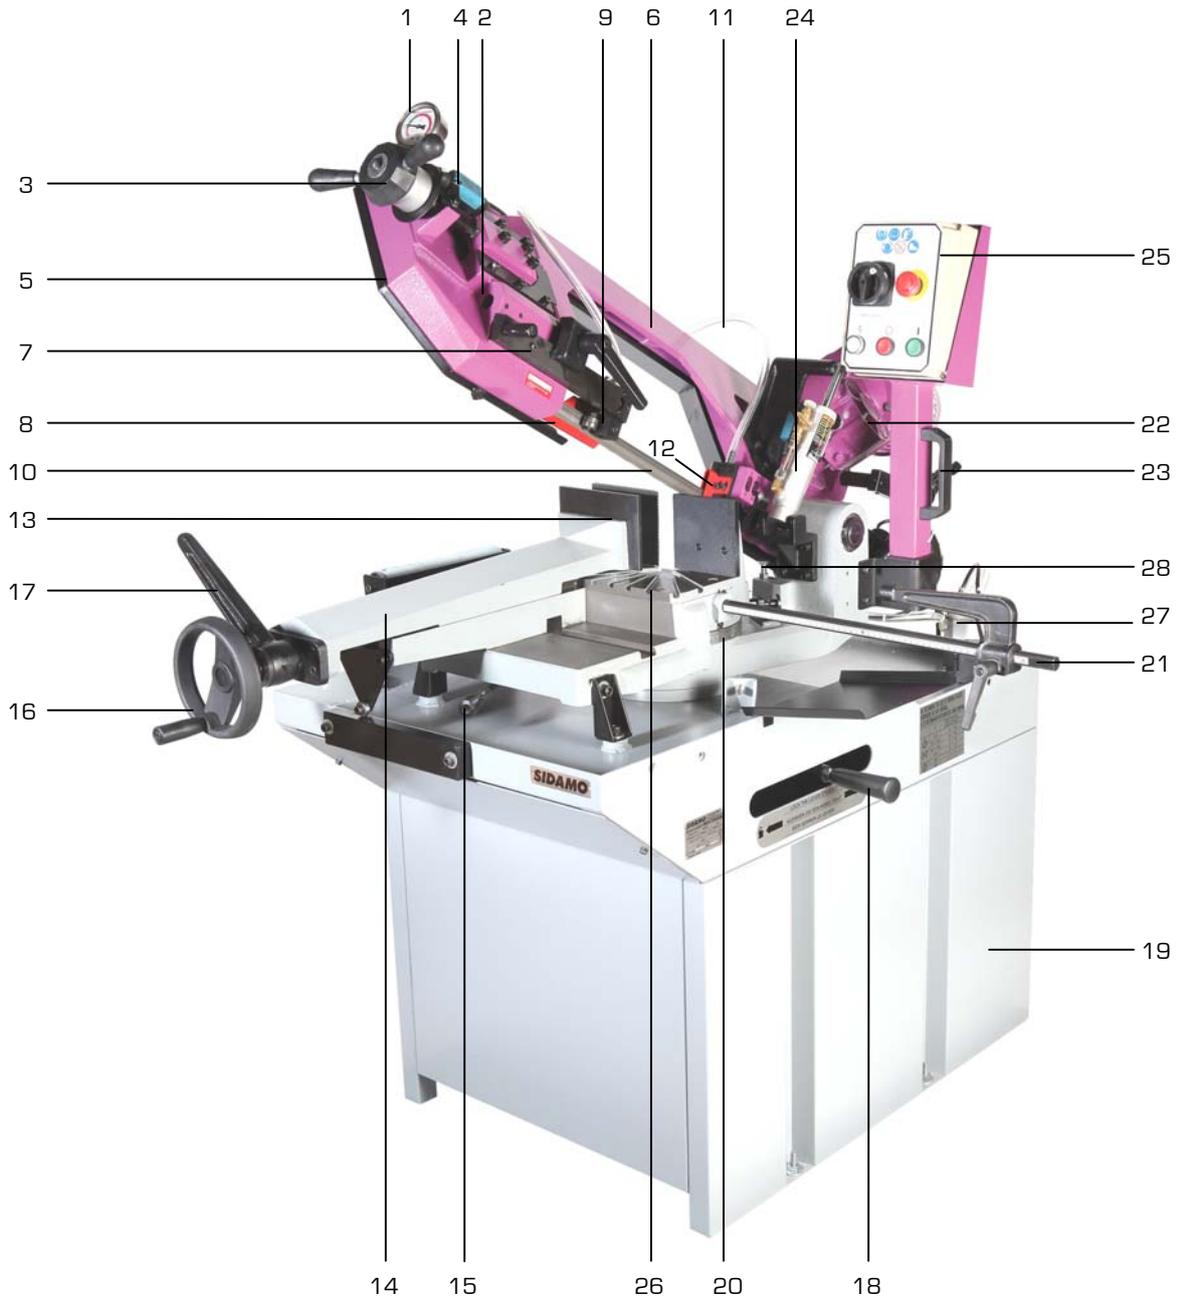

Figure 1
- Insérer la butée de coupe (21 fig.1) dans son siège sur la base droite de l'étau, puis la bloquer.
Ce pictogramme de sens de défilement du ruban est présent sur le carter ruban (5 fig.1).